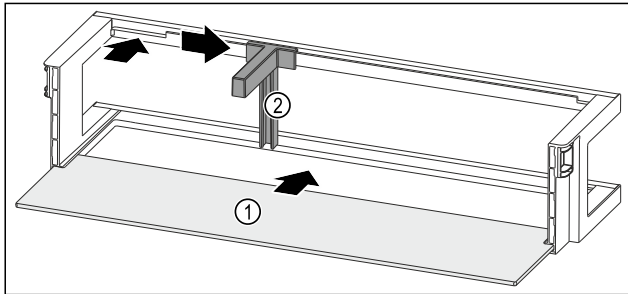

Fig. 92 Dørhylle med oppstillingsplass
- ▶ Skyv oppstillingsplassen Fig. 92 (1) inn i fordypningene på sidene.
- ▶ Sett inn flaskeholderen Fig. 92 (2) i fordypningen.
- ▶ Skyv flaskeholderen Fig. 92 (2) i ønsket posisjon til side.